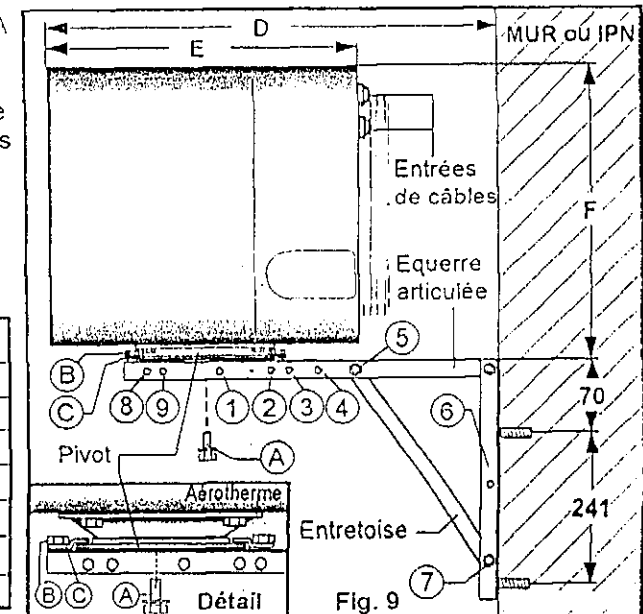

Fig. 9
- Placer l'entretoise dans l'équerre articulée, ailes vers l'intérieur, et les trous les plus grands positionnés du côté des trous carrés de l'équerre ( Fig. 9 ).